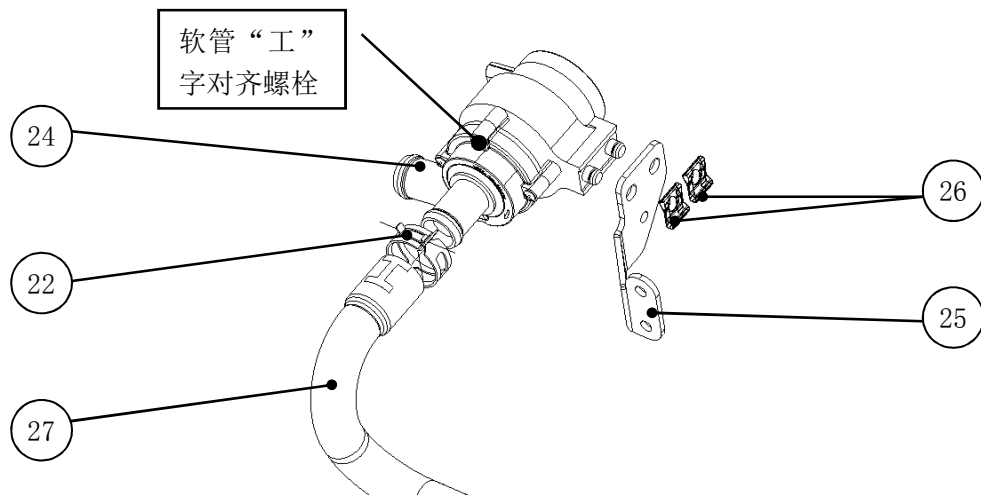

图 F-11 电子水泵总成的分装
- 用两颗六角法兰面螺栓_M6x12⑰将电子水泵支架⑱按照图 F-11 所示位置装到缸盖上，至少拧入 3 个牙，不拧紧；
- 按技术参数表要求拧紧电子水泵支架上的两颗六角法兰面螺栓_M6x12⑰。